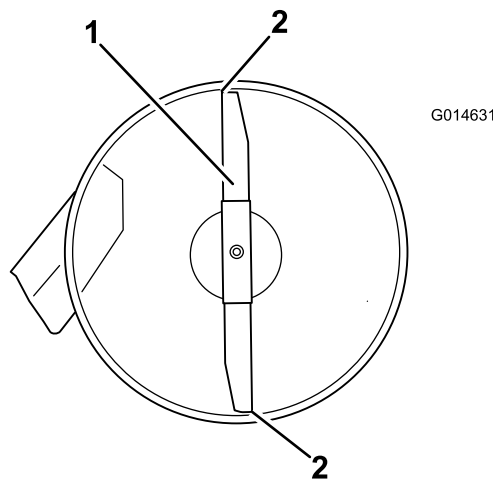

Figure 52
- Faites pivoter les lames avec précaution pour faire passer les pointes avant à l'arrière (Figure 52).
- Mesurez la distance entre la pointe de la lame avant et la pointe de la lame arrière par rapport à la surface plane (Figure 52).
- 9. Une fois le réglage effectué, vérifiez à nouveau l'inclinaison avant/arrière des lames ; continuez d'ajuster l'écrou jusqu'à ce que la pointe avant de la lame soit de 1,6 à 7,9 mm plus bas de la pointe arrière (Figure 52).